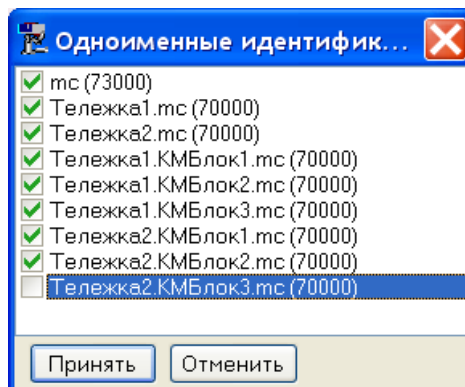

Рис. 4.99. Пример списка одноименных идентификаторов
Если имеются идентификаторы в подсистемах, имеющие то же самое имя, что и модифицируемый идентификатор, то при изменении его значения появляется окно со списком одноименных идентификаторов, с помощью которого можно назначить новое значение всем или некоторым идентификаторам в подсистемах, рис. 4.99. Будут обновлены значения только тех идентификаторов, которые помечены галочками. Так, в примере на рис. 4.99 всем идентификаторам, кроме последнего, будет присвоено новое значение 73000.
- **Назначить выборочно** назначает значение идентификатора выделенным одноименным идентификаторам с помощью окна на рис. 4.99;